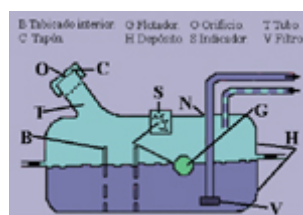

Fig. 2
- **Depósito de carburante (fig. 2 y 3)**